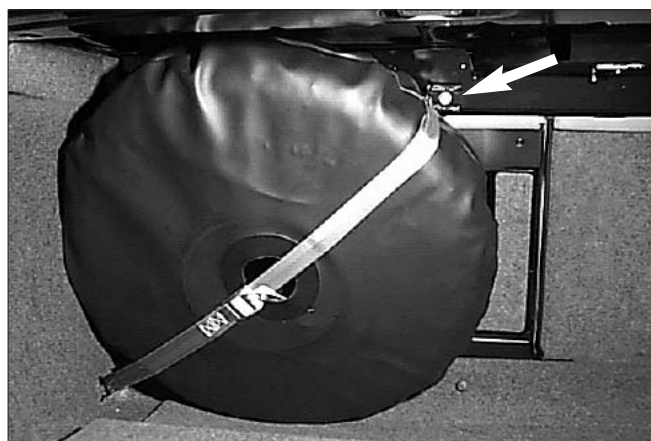

Fig 15
- Gebruik hiervoor links het bestaande bagageoog en rechts het te monteren oog (zie fig 15)